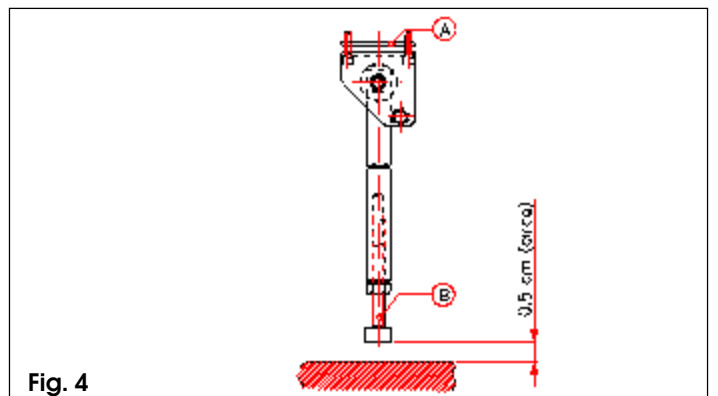

Fig. 4
- 6) Regolare l'altezza tramite il tirante di regolazione (B), ricordando che con l'asta in posizione orizzontale il supporto mobile deve rimanere sollevato di circa 0.5 cm da terra.(fig.4.)
- 6) Adjust the height using the adjustment tie rod (B), recalling that with the beam in the horizontal position, the mobile support must remain about 0.5 cm off the ground (fig4).
support mobile doit rester soulevé à environ 0.5, du sol (fig4).
- 6) Ajuste la altura por medio del tirante de ajuste (B), recordando que con el mástil en posición horizontal el soporte móvil debe permanecer levantado de unos 0.5 cm del suelo (fig4).